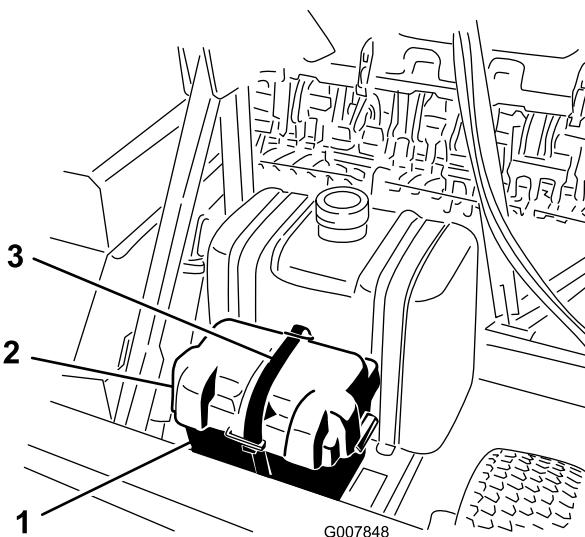

Figura 3
2. Retire la correa que sujetla la tapa de la batería a la caja de la batería (Figura 3).